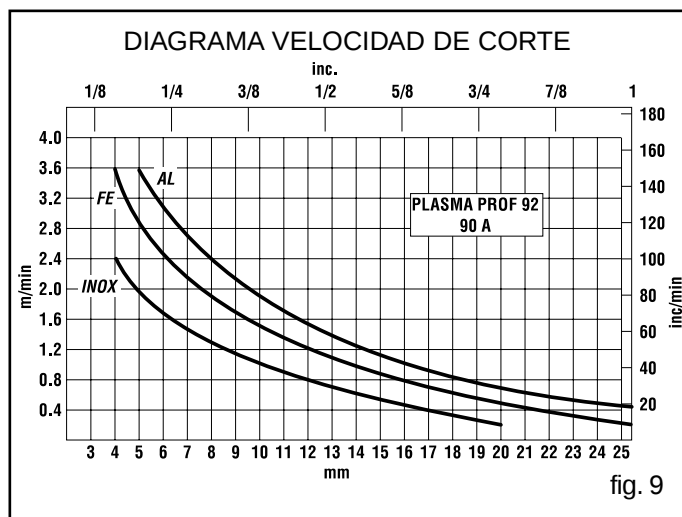

fig. 9
- Espesor excesivo de la pieza (ver diagrama velocidad de corte) (fig.9).